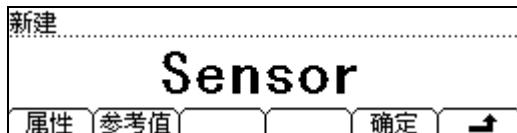

图 2-39 新建任意传感器界面
- 按 **▲** 键，完成参数设置，返回 **新建** 界面（图 2-39）。
(3) 按 **确定** 键（图 2-39），此时将出现 **保存** 和 **应用** 2个菜单选项。